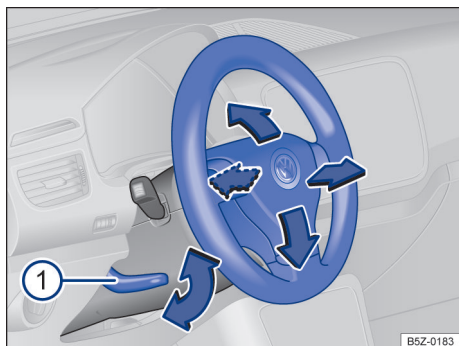

Fig. 58 Ajustar a posição do volante.
- Empurrar a alavanca para baixo → Fig. 58 ①.